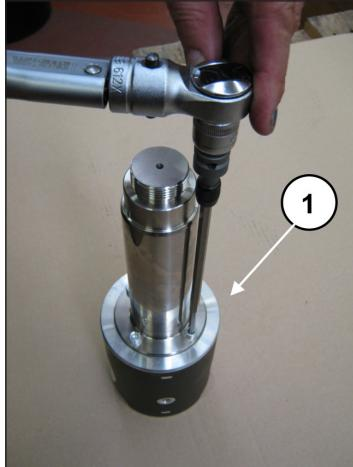

Fig. 43
Para separar el vástago de la guía del pistón, es necesario aflojar los tornillos de cabeza cilíndrica M6 con la llave específica (pos. ①, Fig. 43).